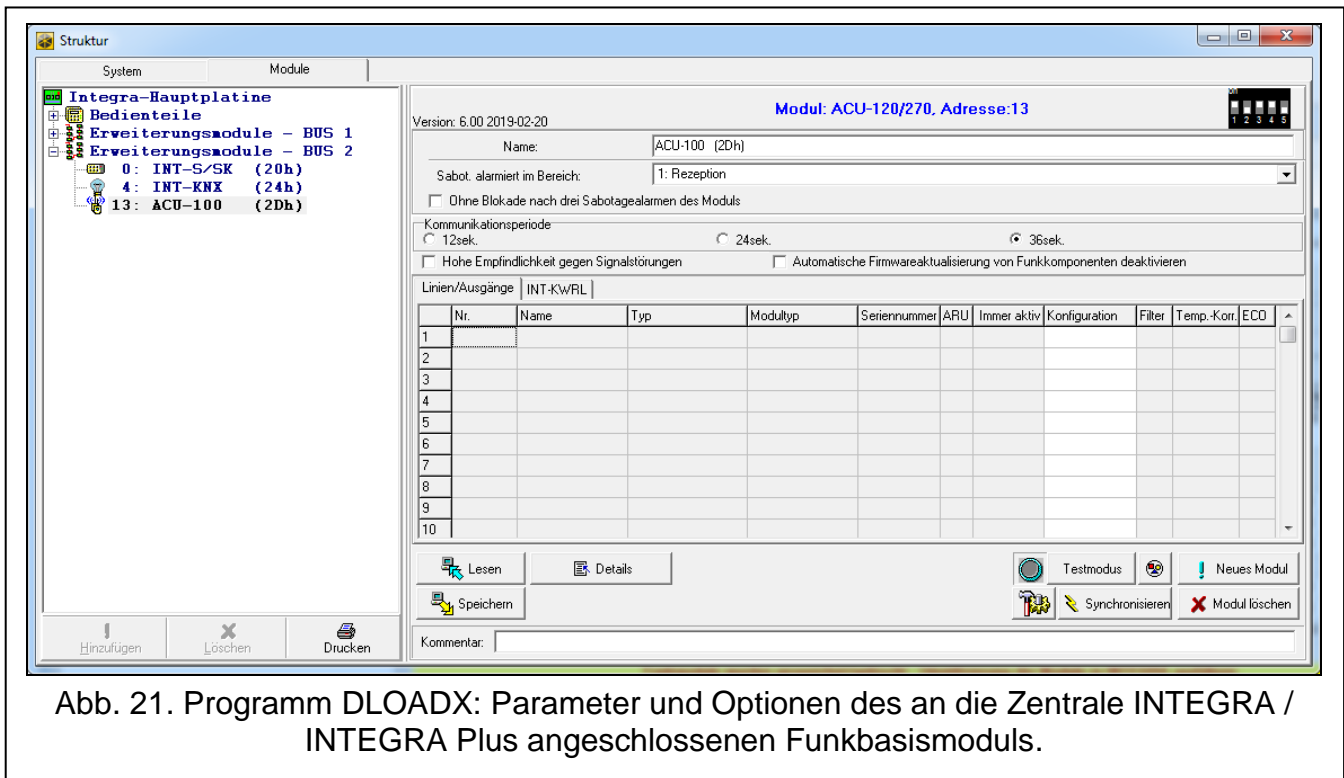

Abb. 21. Programm DLOADX: Parameter und Optionen des an die Zentrale INTEGRA / INTEGRA Plus angeschlossenen Funkbasismoduls.
- Programm DLOADX: Fenster „Struktur“ → Registerkarte „Module“ → Zweig „Erweiterungsmodule“ → *[Name des Funkbasismoduls]* (Abb. 21).